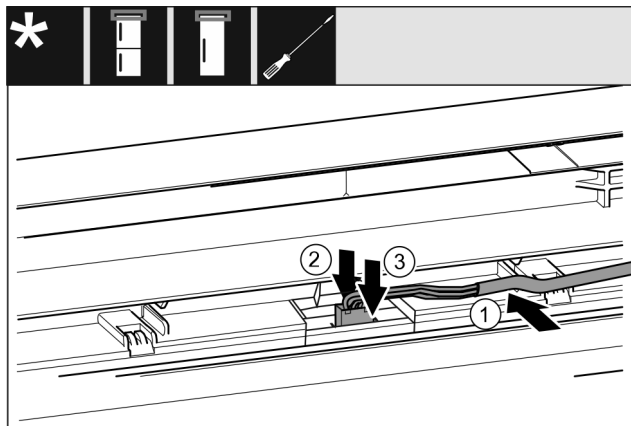

Fig. 44
- ▶ Šedý kabel vložte do vedení v horních dvířkách. Fig. 44 (1)
- ▶ Západku zatlačte dozadu. Fig. 44 (2)
- ▶ Zaklapněte zástrčku. Fig. 44 (3)